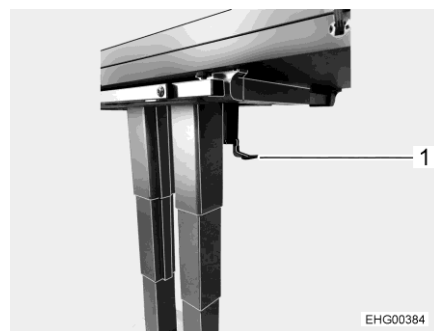

Fig. 93 Table, face inférieure
- Rabattre le levier de verrouillage (Fig. 93,2) vers le bas.